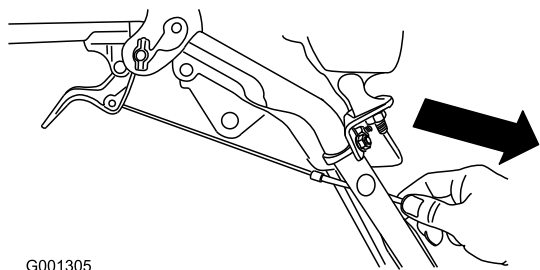

Figure 8
4. Tirez doucement sur la gaine du câble jusqu'à ce que le levier de débrayage de roue soit abaissé et que le câble soit tendu. Serrez ensuite fermement l'écrou de serrage du câble (Figure 8).